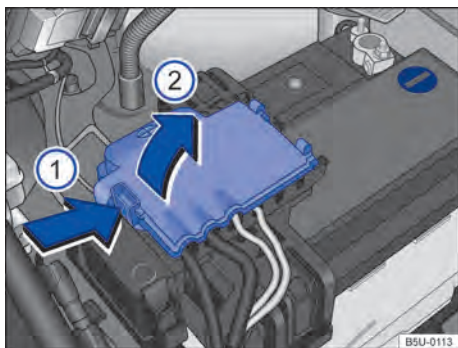

Fig. 165 Compartimento do motor: acesso ao terminal positivo da bateria.
- Abrir a cobertura do polo positivo. Para abrir pressionar a trava no sentido da seta → Fig. 165 ①, rebater a cobertura para o lado no sentido da seta ②.